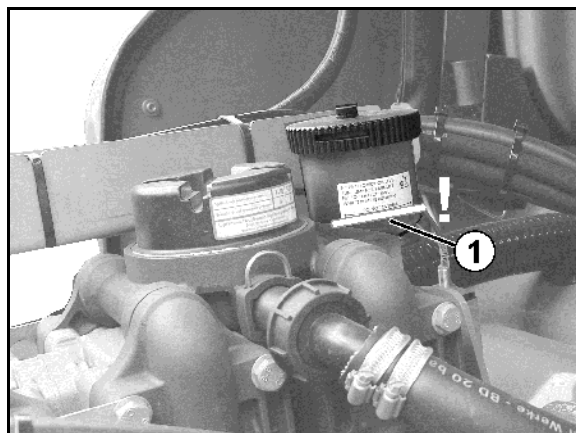

Fig. 150
2. Efterfyld om nødvendigt olie ved ikke kørende pumpe (max. op til markering (Fig. 150/1).
5. Indgangsakslen drejes henholdsvis til højre og venstre. Samtidig hældes der langsomt nyt olie på. Den korrekte oliemængde er hældt på, når olien er synlig i markeringen (Fig. 150/1).